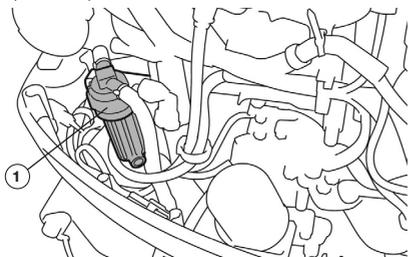

Рис. 55 Расположение топливного фильтра F115FEX-T-EFI
3. Открутите гайку крепления и отсоедините топливный фильтр от кронштейна (Рис. 55).